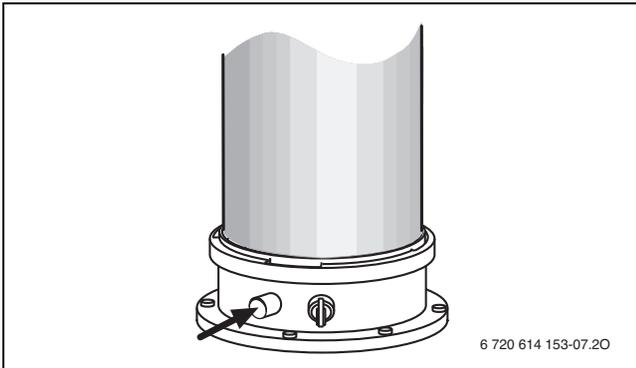

Bild 50 Abgasmesssstutzen
- ▶ Stopfen am Abgasmessstutzen (→ Bild 50, [1]) entfernen.